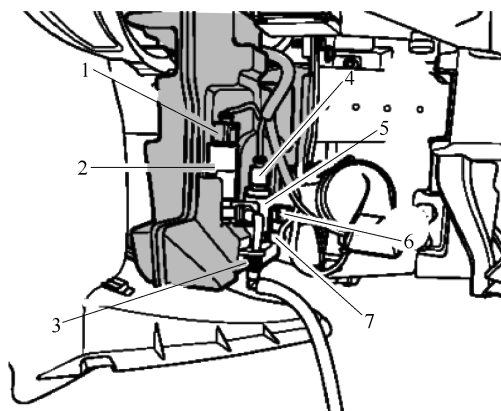

图 5-3-10 拆卸车窗清洗液储液罐
根据车辆的装备的不同，在车辆上有两种不同类型的车窗清洗系统储液罐可以安装。图 5-3-10 所显示的是带有前照灯清洗系统的车型所安装的版本。不带有前照灯清洗系统储液罐的拆卸和安装方法是相同的。
⑤ 将流出的清洗液收集到一个合适的容器中。
⑥ 转动车窗玻璃清洗泵 V5(5),拔下插头 4,并松开固定卡子 7,取下软管接头。
⑦ 拔下车窗清洗液液位/水位传感器 G33 上的插头 6, 如图 5-3-10 所示。
① 关闭点火开关和所有用电器, 拔出点火钥匙。
② 拆卸前保险杠盖板。
③ 转动车窗玻璃清洗泵 V5, 拔下插头, 并松开固定卡子, 取下软管接头。
④ 将流出的清洗液收集到一个合适的容器中。
⑤ 向上拉出车窗玻璃清洗泵 V5, 如图 5-3-10 所示。
(4) 天窗控制